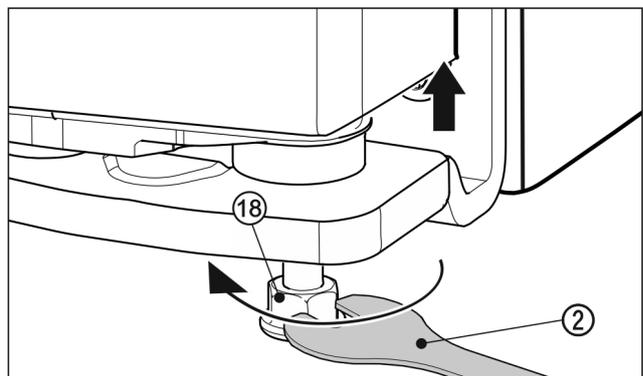

Fig. 26
- Per sollevare la porta svitare il piedino di regolazione Fig. 26 (18) con la chiave fissa in dotazione Fig. 26 (2) ruotando verso destra fino al contatto con il pavimento. In seguito continuare a ruotare fino a quando la porta è regolata in altezza. Allo stato della consegna il perno di supporto è completamente avvitato.